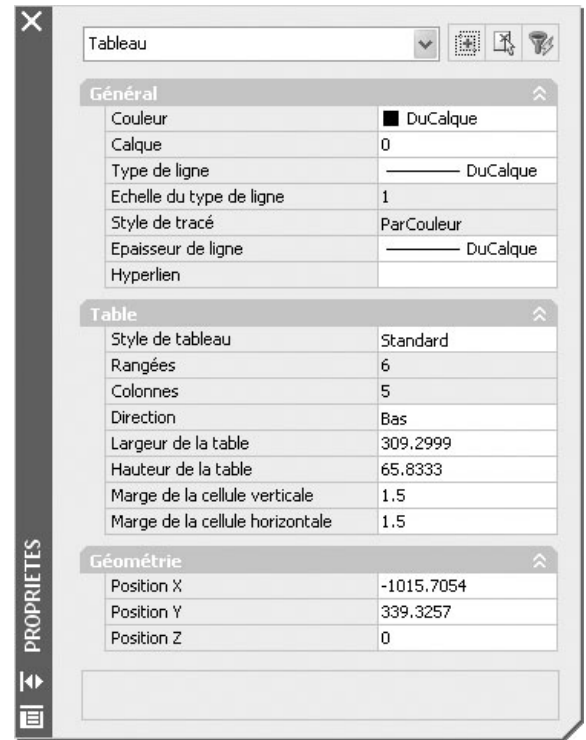

Fig.12.17
- [3] Dans la palette **Propriétés** (Properties), cliquer sur la valeur à modifier et entrer ou sélectionner une nouvelle valeur (fig.12.17).